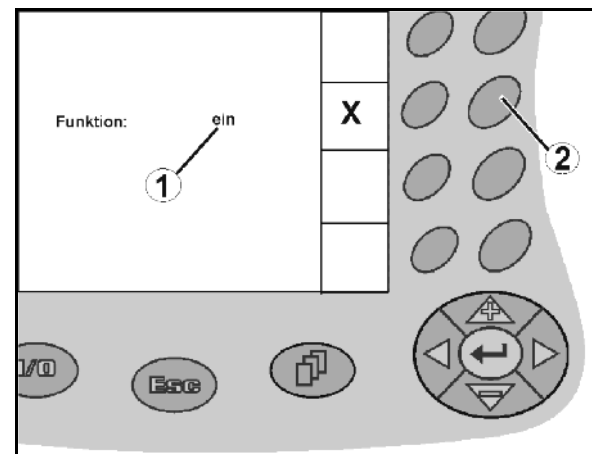

Рис. 17
- Нажмите функциональную кнопку (Рис. 17/2) один раз
→ Функция **ВКЛ** (Рис. 17/1).